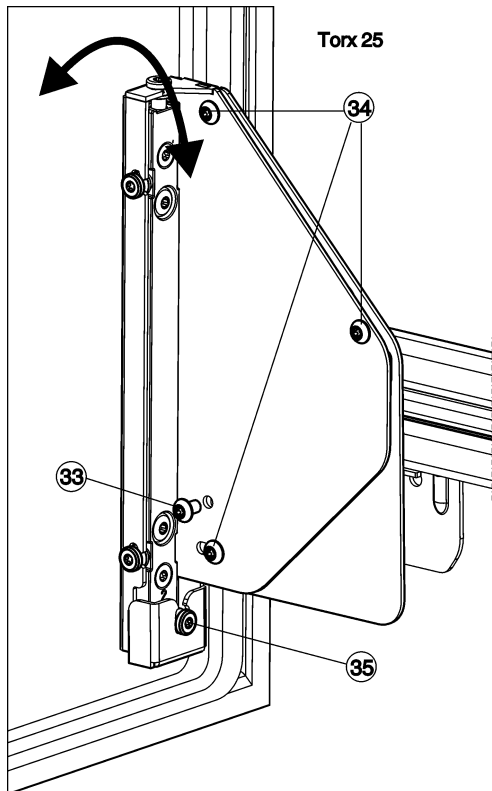

Fig. 26
- ▶ Kompletně vyšroubujte šroub Fig. 26 (33) ven.
- ▷ Zlikvidujte šroub Fig. 26 (33), nebudete ho už potřebovat.
- ▶ Šrouby Fig. 26 (34) uvolněte pouze o 1 až 2 otočení.
- ▶ Otáčejte stavěcím šroubem Fig. 26 (35). Ve směru hodinových ručiček: Dvířka se nahoře odkloní od korpusu spotřebiče. Proti směru hodinových ručiček: Dvířka se odkloní od korpusu spotřebiče pryč nahoře i dole.
- ▶ Po ukončení seřízení sklonu všechny šrouby Fig. 26 (34) opět pevně utáhněte.